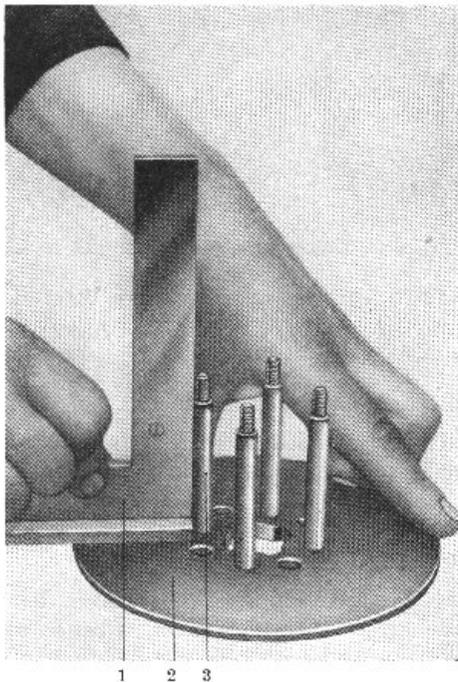

Bild M 100. Federbolzen ausrichten
8. Die Federbolzen müssen winklig zur Kupplungs-scheibe stehen; gegebenenfalls sind diese nachzu-richten (Bild M 100).